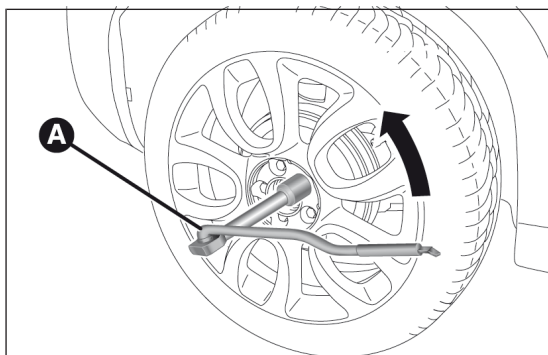

fig. 157
- prendre la clé A fig. 157 et desserrer d'un tour environ les vis de fixation. Pour les versions dotées de jantes en alliage, secouer la voiture pour faciliter le détachement de la jante du moyeu de roue ;
- introduire la clé A fig. 157 de façon à détendre le cric jusqu'à ce que la partie supérieure B s'insère correctement sur le longeron C (au niveau du signe ▽ figurant sur le longeron) ;
- prendre la clé A fig. 157 et visser à fond les vis de fixation ;